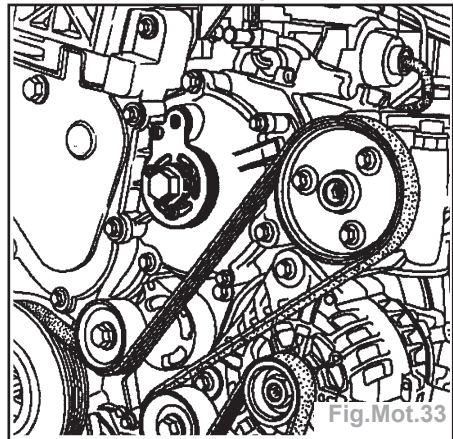

Fig.Mot.33
- Chasser la pompe en vissant la douille de l'outil **Mot.1548** (Fig.Mot.33).